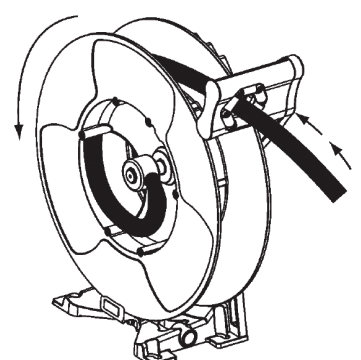

Fig.14
3. Gently pull the hose, it will be automatically rewound (Fig. 14).
3. Gently pull the hose, the hose is automatically rewound (Fig. 14).
3. Tirer doucement sur le flexible pour le libérer du cliquet et accompagner jusqu'à ce qu'il soit complètement rembobiné (Fig. 14).
3. Tire suavemente de la manguera hasta que quede liberada del trinquete y se recoja por si misma (Fig. 14).